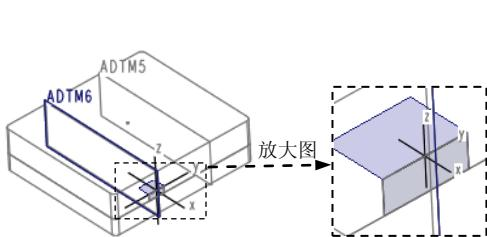
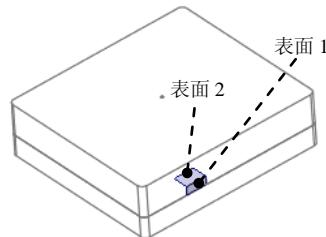

图 31.63 定义坐标系方向（二）
图 31.64 定义坐标系参考平面
Step6. 同理，创建如图 31.63 所示的基准坐标系 ACS1，选取参考平面顺序为图 31.64 所示的表面 1、图 31.63 所示的 ADMT6 和图 31.64 所示的表面 2。